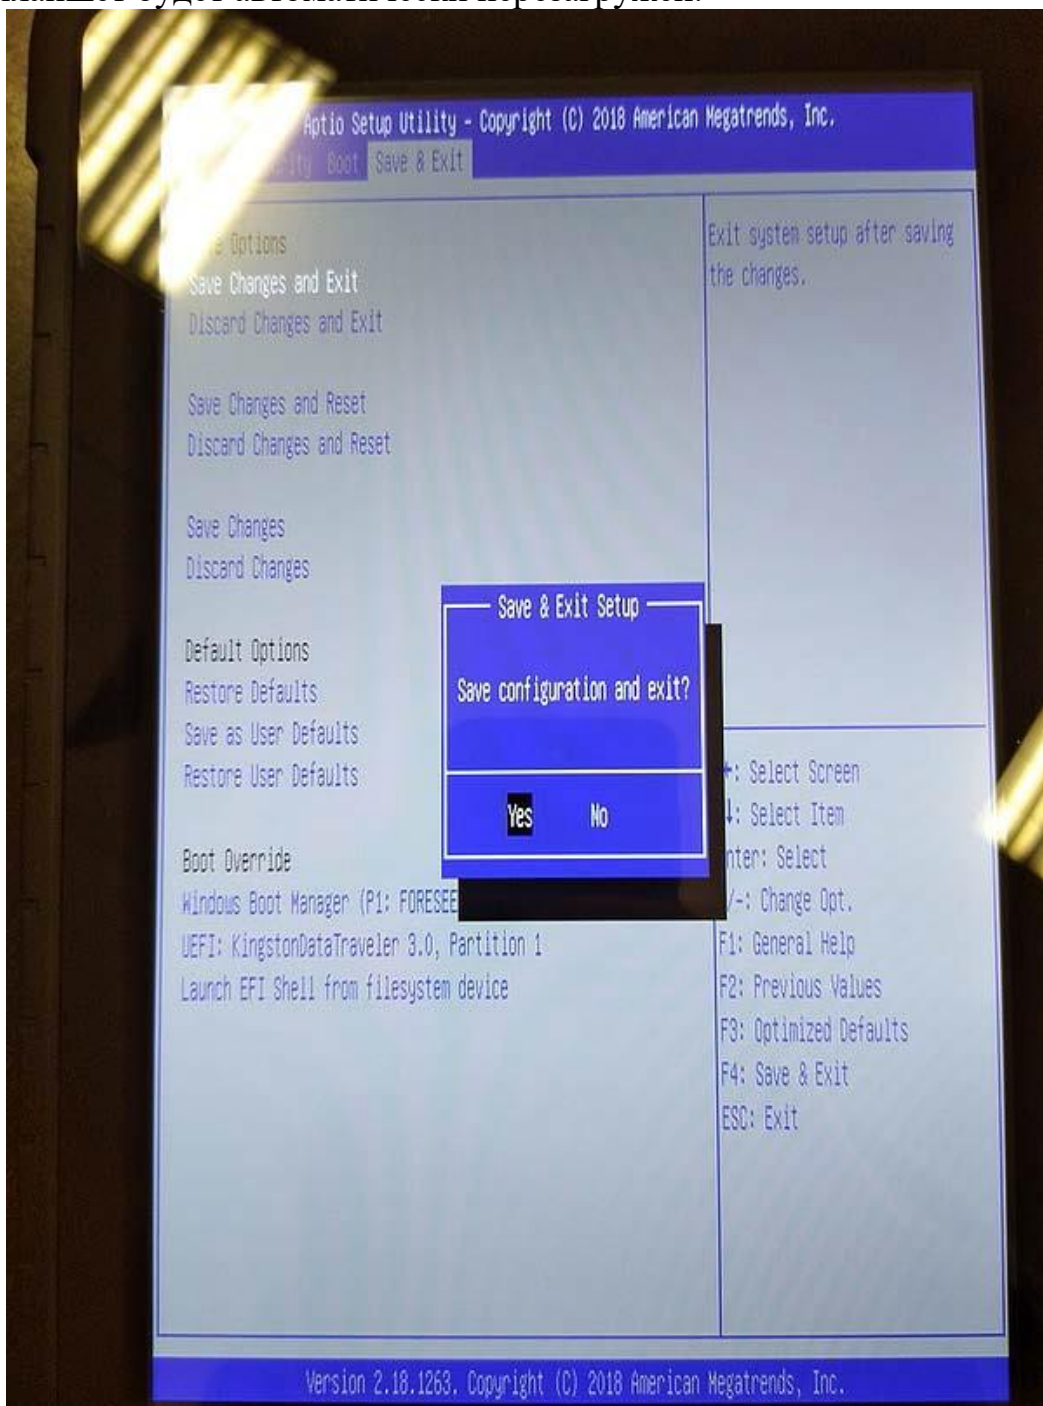

Рис. 3.2.2 – Подтверждение сохранения настроек
- Для сохранения настроек необходимо перейти в раздел Save&Exit, выбрать параметр Save Changes and Exit и подтвердить сохранение изменений (см. рис. 3.2.2). После этого планшет будет автоматически перезагружен.